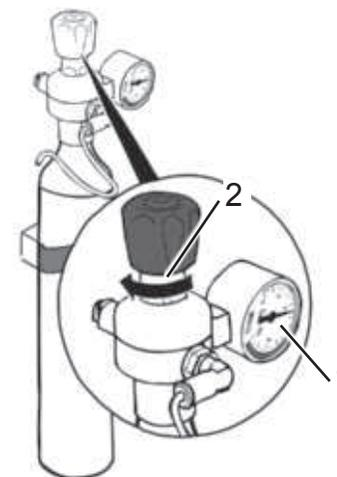

Abb. 9
1. Beachten Sie die Anzeige des aktuellen Drucks auf dem Manometer des CO₂-Druckminderers (Abb. 9/1).